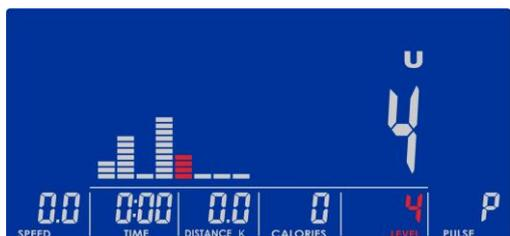

Рисунок 21
2. Используйте кнопки «UP» или «DOWN» («Encoder»), чтобы создать профиль пользователя (Рисунок 21). Профиль состоит из 8 колонок. Пользователь может настроить уровень нагрузки в каждой колонке. Чтобы выйти из режима настройки, нажмите и удерживайте кнопку «MODE/ENTER» в течение 2 секунд.